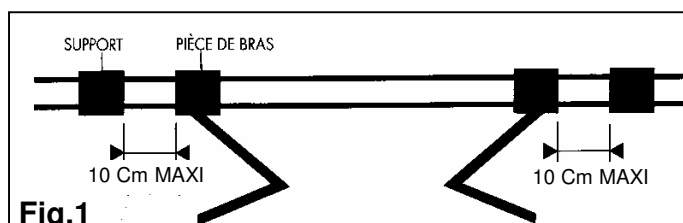

Fig.1
- 1- Prendre les mesures d'entraxe des supports de fixation indiqués par des étiquettes sur le tube carré, puis les reporter sur le mur (les supports de fixation doivent être à une distance inférieure à 100 mm des supports de bras). (Fig.1)